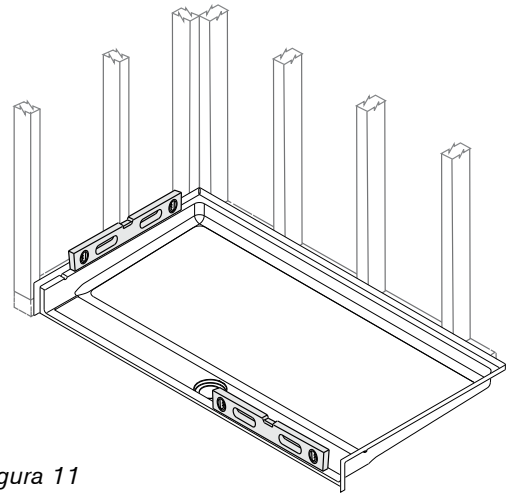

Figura 11
- 14 Ponga el plato en posición; **no lo arrastre ni lo deslice.** Asegúrese de que el frente esté alineado con la línea del bordillo dibujada en el paso 3. Evite pisar el plato hasta que el lecho de lodo se haya secado; siga las instrucciones de secado para el tipo de lecho de lodo utilizado. Revise los salientes y el borde frontal con un nivel. (Figura 11)